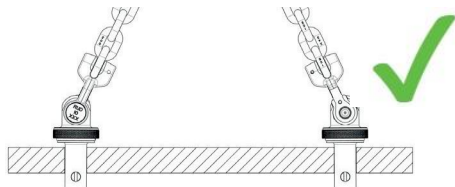

図10: 許容される荷重およびリング組み立ての配置
- ・ 各荷重ごとに、PIP-RAPIDOを力の方向に合わせて配置してください(図10および表5参照)。